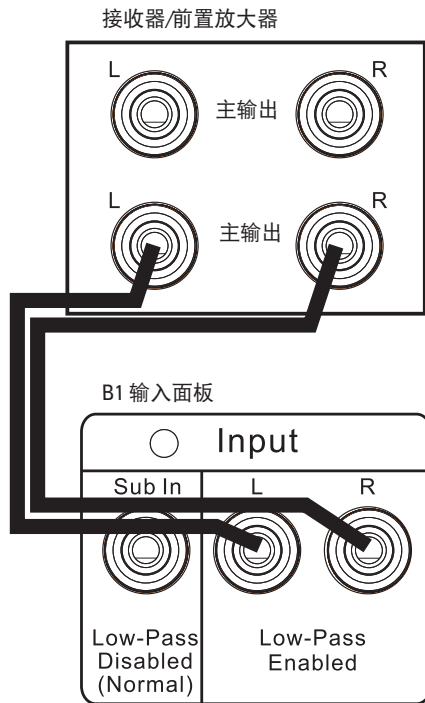

图 10: 连接至主输出
1. 使用 RCA 跳接线，将接收器/前置放大器的左主要输出连接至 B1 背部 Low-Pass Enabled（低通已启用）连接器的 L（左）插孔，如图 10 所示。